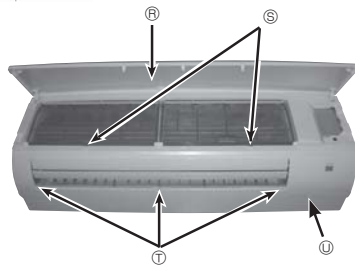

Fig. 6-2
- 1 Presione y suelte los tiradores a ambos lados de la rejilla frontal y levante la rejilla hasta que quede a nivel. Tire de los goznes hacia delante para extraer la rejilla frontal. (Fig. 6-2)
- 2 Retire los 3 cubretornillos del panel. Retire 5 tornillos. (Fig. 6-2)